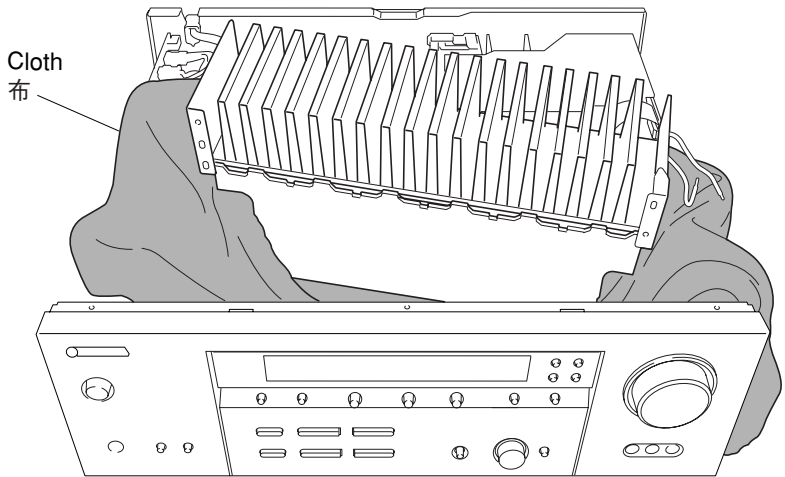

Fig. 6
- Put a Cloth over the equipment. Put the MAIN (1), (5), (7) and POWER (1) P.C.B.s together with the heat sink upright on the Cloth and check them. (Fig. 6)
- 布を敷きます。その上にMAIN(1)、(5)、(7)、POWER(1) P.C.B.をヒートシンクと一緒に立ててチェックします。